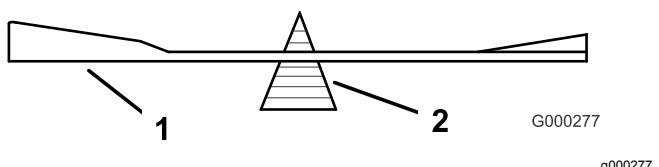

Figure 104
2. Vérifiez l'équilibre de la lame en la plaçant sur un équilibrEUR (Figure 104).